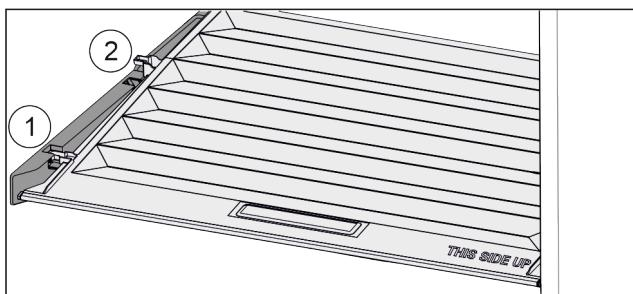

Fig. 54
- Veko potiahnite dopredu až k otvoru v prídržných dieloch Fig. 54 (1).
- Vzadu ho nadvihnite zospodu a zložte smerom nahor Fig. 54 (2).